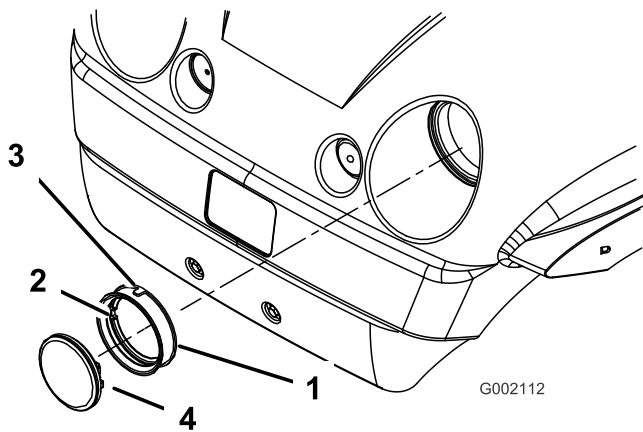

Figura 39
4. Retire o vedante de borracha que rodeia o farol (Figura 39). Deite fora o farol.
- Alinhe o encaixe que se encontra no interior do vedante com o encaixe do novo farol (Figura 39). Monte o vedante no farol de forma a ficar bem encaixado.